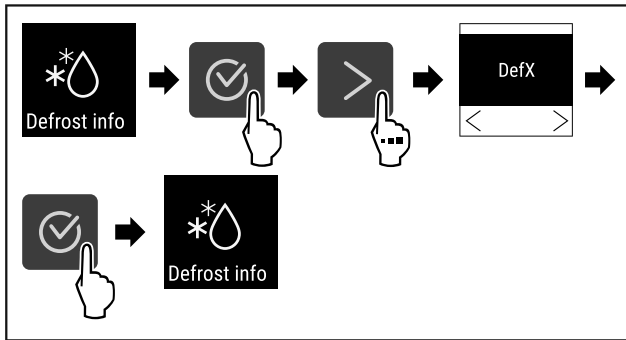

Fig. 103
- ▶ Hajtsa végre a művelet lépéseit (lásd Fig. 103).